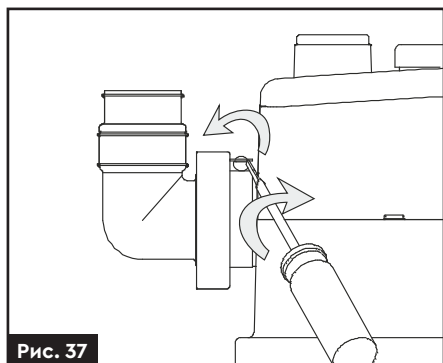

Рис. 37
7. Закріпіть адаптер за допомогою хомута (**рис. 37**).